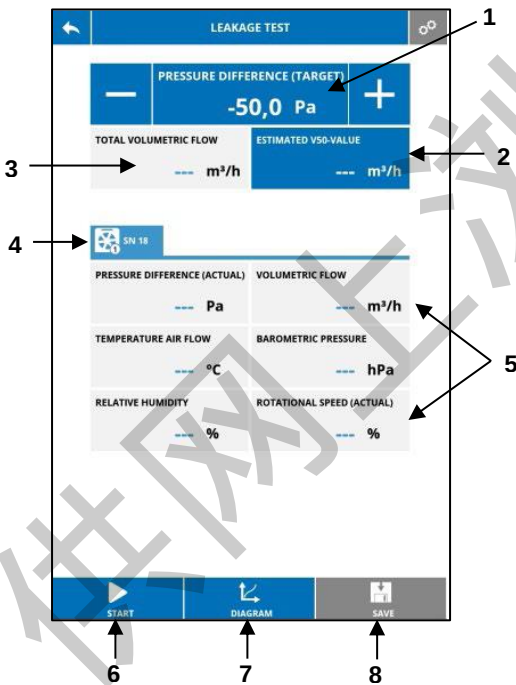

图 38：测量界面 (泄漏测试)
- 输入指定的压差值(见图 38 中的 1 处), 使用两侧的“+”或“-”键更改数值
- 需选择此模式时, 应先停止测量, 并点击“压差”(见图 38)。
- 在测量界面“泄漏测试”(见图 38: 测量视图 - 泄漏测试)中, 转到字段“预估 V_{50} 值”。